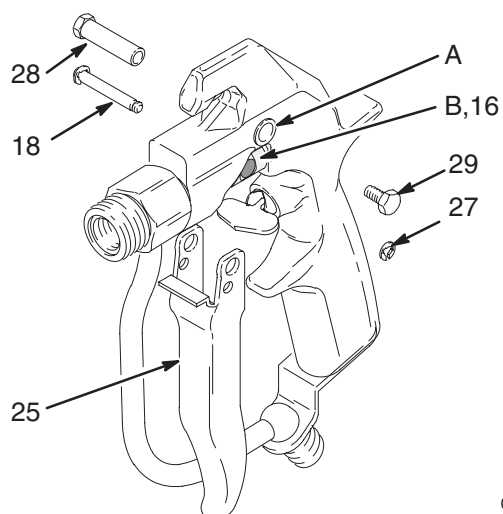

Fig. 20
8. Aftrækkeren (25) sættes på pistolhuset. Drejestiften (28) sættes ind i det øverste hul (A) og sikres med skruen (29) på den anden side. En e-clip (27) anbringes i den ene ende af aftrækkerstiften (18). Stiften skubbes gennem det nederste af aftrækkerhullerne og gennem hullet (B) i fjederstyret (16) (drej om nødvendigt fjederstyret for at indpasse hullerne). Derefter indsættes den anden e-clip (27). Se Fig. 20.